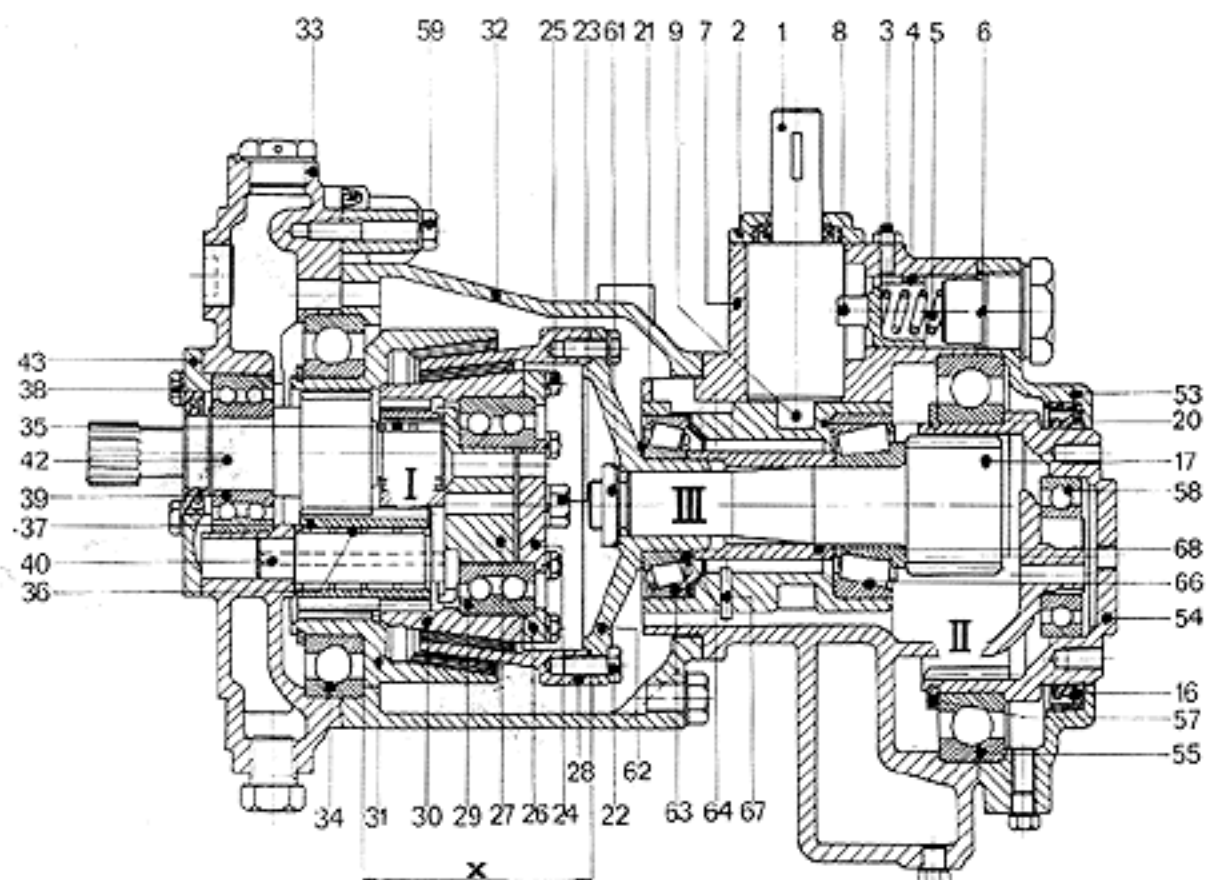

Fig. 7 Snitbild av backslag med tillsatsväxel utv. 3, 49:1
B. RB-BACKSLAG MED TILLSATSVÄXEL (fig. 7)
4. Lossa spärrskruven (6). Tag ur fjädern (5), hylsan (4) och spärrtappen (8).
6. Skruva ur skruvarna, som sammanhåller tillsatsväxeln (II) och backslaget (I) och frånskilj med lätta klubbslag tillsatsväxeln från backslaget.
7. Lossa skruvarna som håller kåpan (53) och tag därefter bort denna.
Gäller endast backslag med tillsatsväxel (fig. 7).